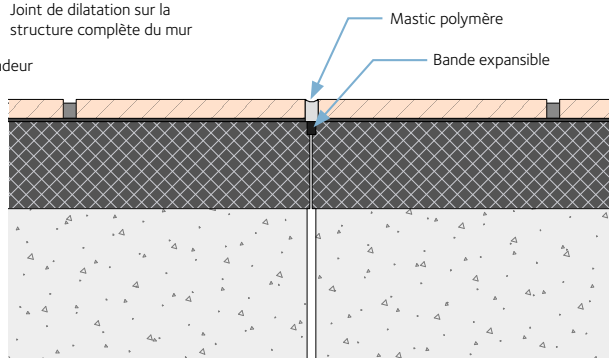

figure 2
2. Si le joint de dilatation concerne la structure porteuse et qu'il continue sur la structure complète du mur: (fig. 2)